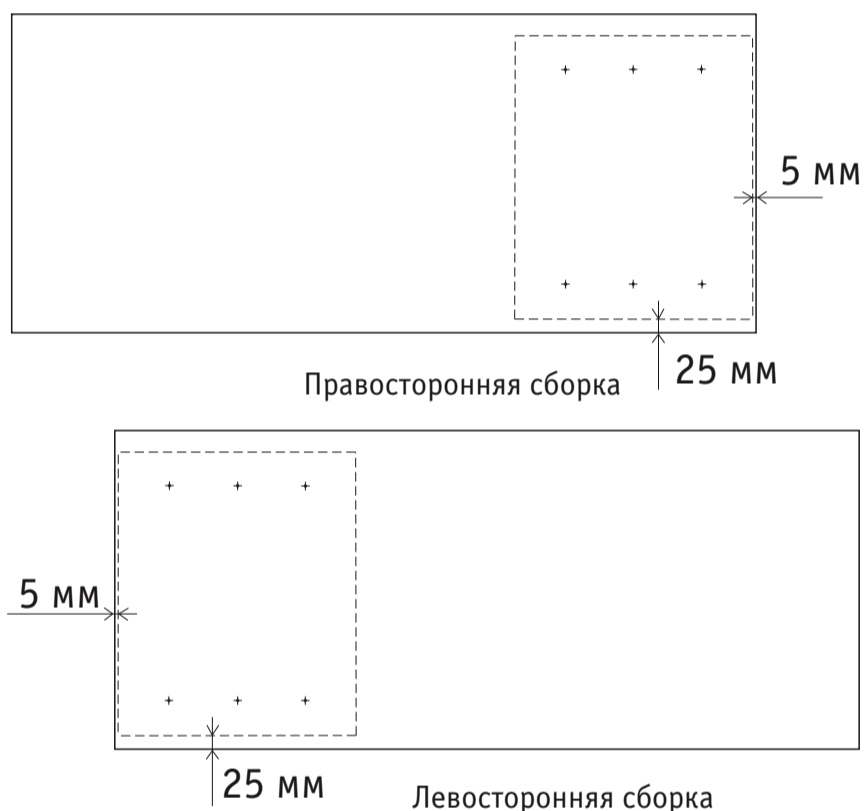

Рис. 4. Сборка тумбы к столешнице.
**Внимание!** В связи с возможностью зеркальной сборки стола, на его поверхности нет разметки под саморезы для крепления тумбы. Крепление тумбы производите в соответствии с рис.4.